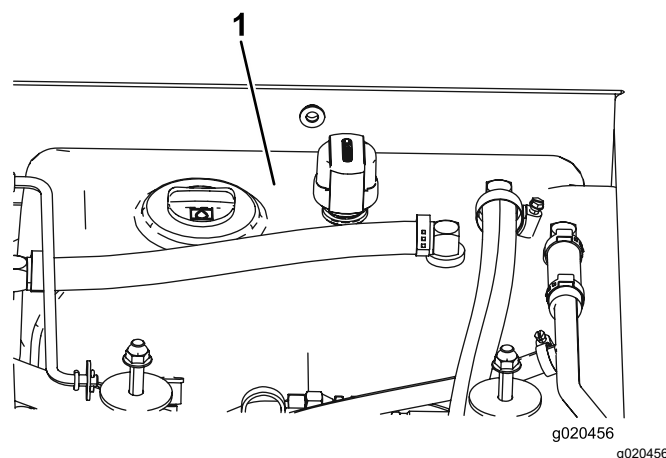

Figura 116
4. Encha o reservatório (Figura 116) com fluido hidráulico; consulte Especificações do fluido hidráulico (página 79).